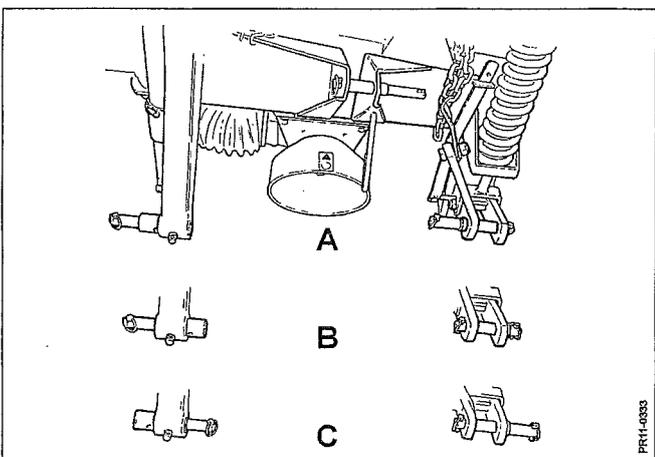

Fig. 2-9
- Fig. 2-9 Sie können zwischen 3 verschiedenen Einstellungen (**A**, **B** und **C**) der Zapfen auf dem Toprahmen wählen, entsprechend den folgenden Spurweiten:
Die Position der Zapfen einstellen, indem der feste Zapfen gelöst und eingestellt wird, der lose Zapfen ist laut Fig. 2-9 anzupassen.